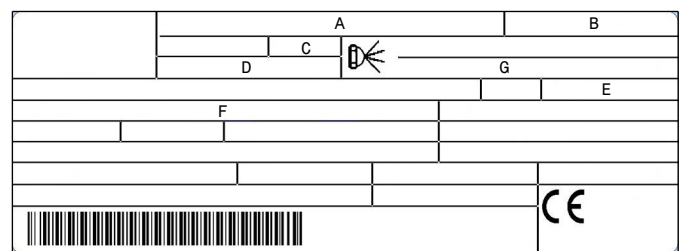

Fig. 6
- il modello (vedi **A** in Fig. 6) ed il tipo del bruciatore (**B**);